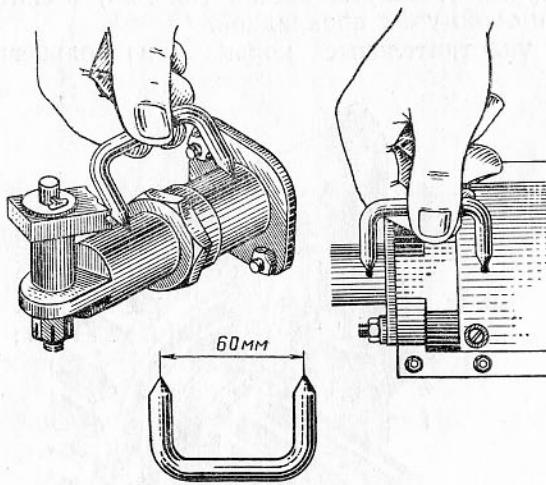

Рис. 24. Проверка включения передач по меткам керна
3. Последовательно устанавливая одно острое скобы в метку на крышки поводковых коробок (или втулке), проверить совпадение второго острия с метками на соответствующих поводковых валиках (рис. 24).